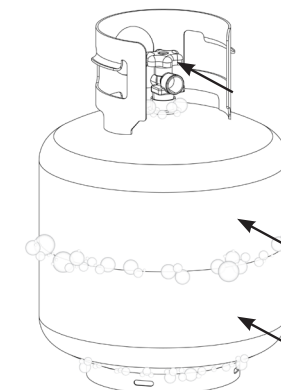

Figura 03
1. Con un pincel limpio, aplique una solución de agua y jabón neutro 10/90 en las juntas del cilindro de GLP. (Indicado con flechas en la Figura 03).
4. Con un pincel limpio, aplique una solución 10/90 de jabón suave y agua en las juntas de las válvulas y el regulador. (Indicado con flechas en la figura 03).